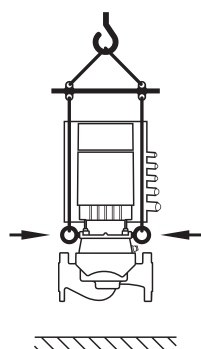

Fig. 8: Transportul pompei
- Transportul pompei trebuie efectuat cu ajutorul dispozitivelor de legare a sarcinii admise (de ex. palan, macara etc.). Acestea se vor fixa pe ochetii de transport existenți pe flanșa motorului (Fig. 8, aici: direcție de ridicare cu ax vertical al motorului).